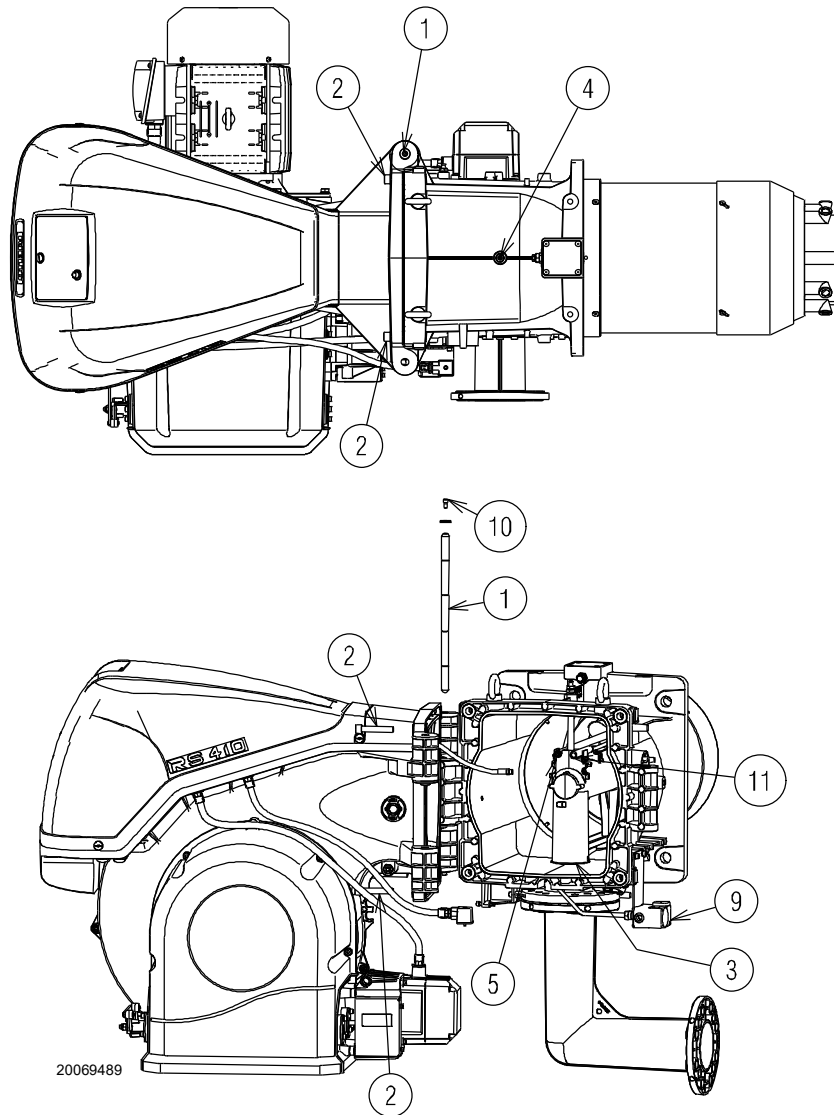

Abb. 16
Werkseitig wird der Brenner mit Linksöffnung eingestellt, der Stift 1)(Abb. 16) bleibt daher an seinem Platz.
- A trennen Sie den Stecker/die Steckdose 9)(Abb. 16) des Maximal-Gasdruckwächters;
- D öffnen Sie den Brenner komplett wie aus Abb. 16 ersichtlich;
Für die Rechtsöffnung des Brenners müssen Sie vor dem Entfernen des Stifts 1)(Abb. 16) prüfen, ob die 4 Schrauben 2) gut festgezogen sind.
- H trennen Sie den Anschluss 9)(Abb. 16) des Maximal-Gasdruckwächters und gehen Sie dann wie unter Punkt C) beschrieben vor.